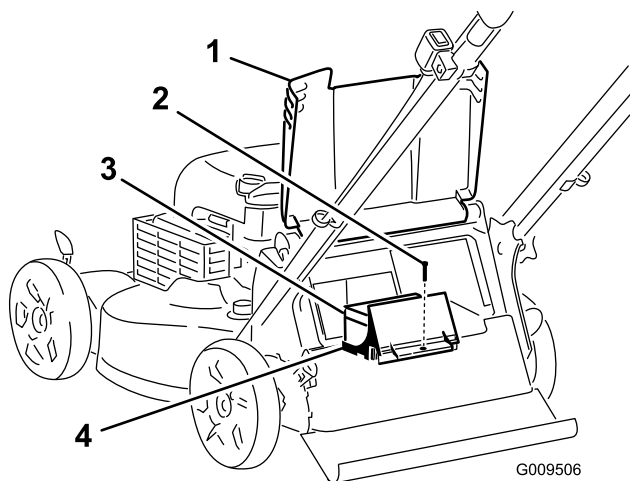
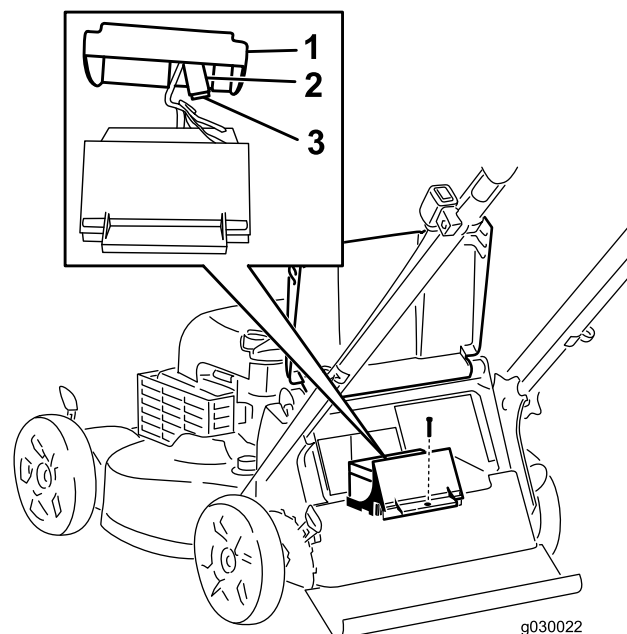

Рисунок 35
Рисунок 36
2. Поднимите задний отражатель и найдите аккумуляторный отсек (Рисунок 35).
4. Снимите крепежный винт аккумуляторного отсека, выньте аккумуляторную батарею и найдите предохранитель (Рисунок 35 и Рисунок 36).
5. Замените плавкий предохранитель в держателе (Рисунок 36).